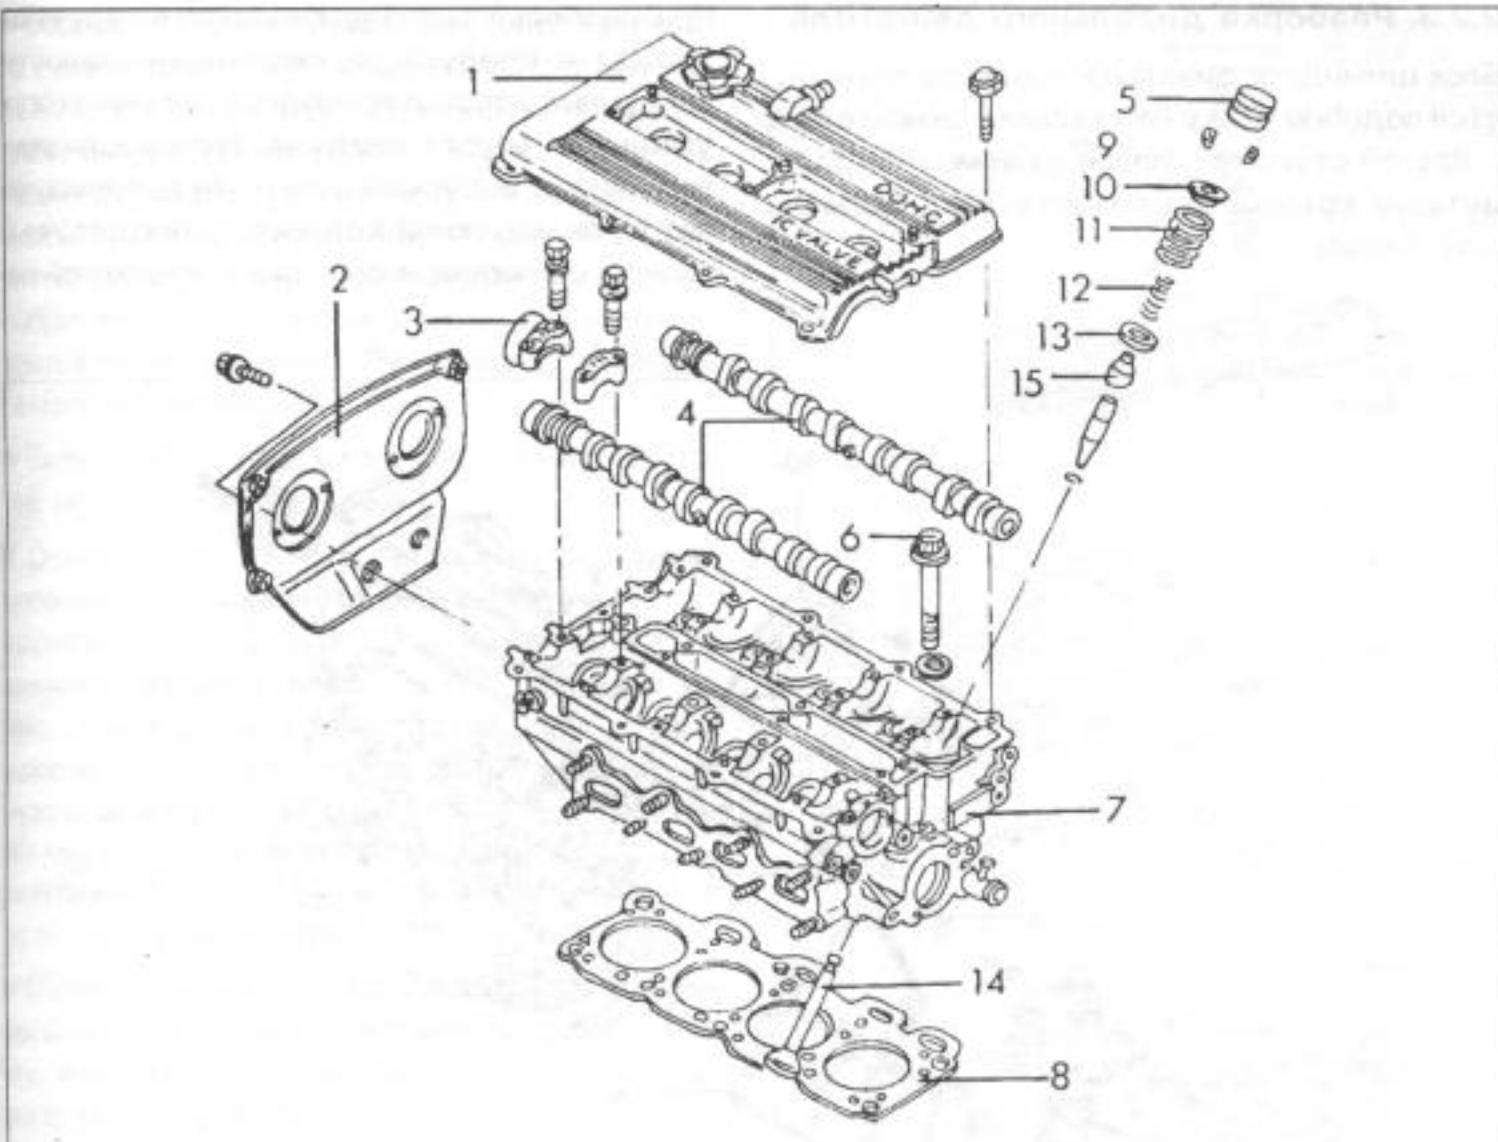

Рис. 32.
- Шкив ременной передачи (8) снять с распределительного вала.
- Маховик опять удерживать, как это было указано выше, и отпустить болт приводного колеса коленчатого вала. Приводное колесо (9) осторожно отжать от коленчатого вала с помощью двух противоположно направленных лопаток для монтажа шин или применить подходящий съемник для демонтажа.
- Съем головки блока цилиндров осуществляется следующим образом. Рис. 32 показывает монтажный рисунок головки блока цилиндров и может быть использован в работе: